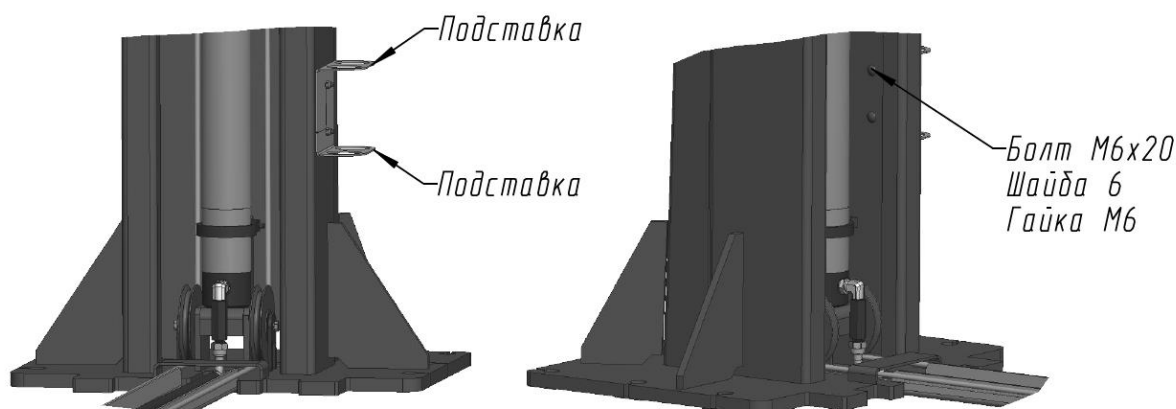

Рисунок 6.5 - Установка подставок
6.13 Для установки подставок (см. Рисунок 6.5) необходимо поднять и установить на фиксатор каретку.